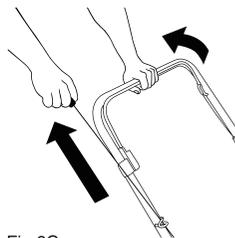

Fig.6C
3. Para arrancar el motor con la manija de arranque, sujeta la barra de control del freno hasta la manija superior. (Fig.6C)
4. Sostén bien la barra de control del freno. Jala la manija de arranque lentamente hasta que sientas resistencia, luego jala rápidamente. Vuelve lentamente al bucle después de que el motor arranque. (Fig. 6C)